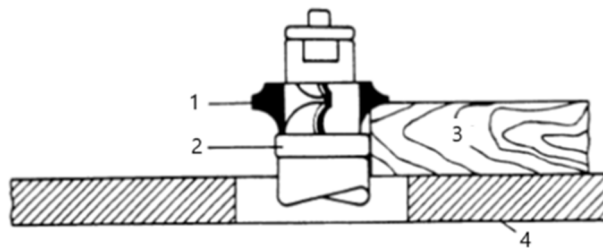

Abbildung 7
1. Bei Verwendung des Kragens unterhalb des Messers, Abbildung 7, kann der Fortschritt des Schnitts jederzeit beobachtet werden. Ein Nachteil dieser Methode ist, dass ein versehentliches Anheben des Werkstücks das Holz aushöhlt und das Werkstück ruiniert.